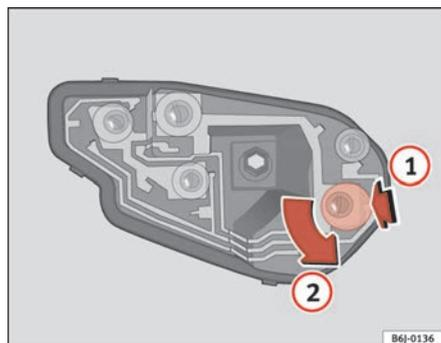

Fig. 158 Substituição das lâmpadas luzes traseiras
- Uma vez retirado o porta-lâmpadas, pressione para baixo no sentido da seta (1) e rode em simultâneo no sentido da seta (2) ⇒ fig. 158. ■